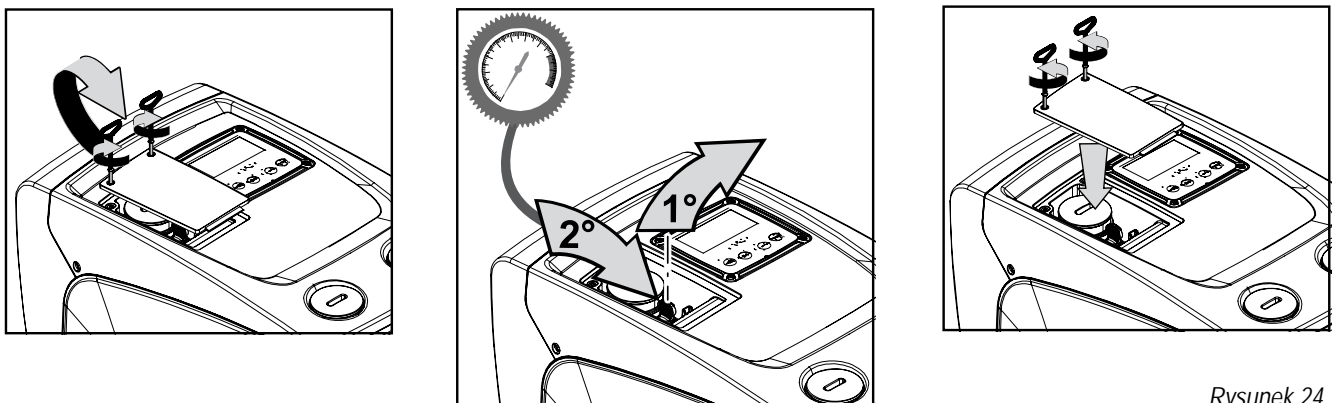

Rysunek 23
2. podnieść gumową pokrywę korka dostępu do wału silnika (Rys.23);
3. przy użyciu klucza sześciokątnego na 10mm, usunąć korek dostępu do wału silnika (Rys.23);
4. wprowadzić płaski śrubokręt do zespołu wału silnika i manewrować w 2 kierunkach rotacji (Rys.23);